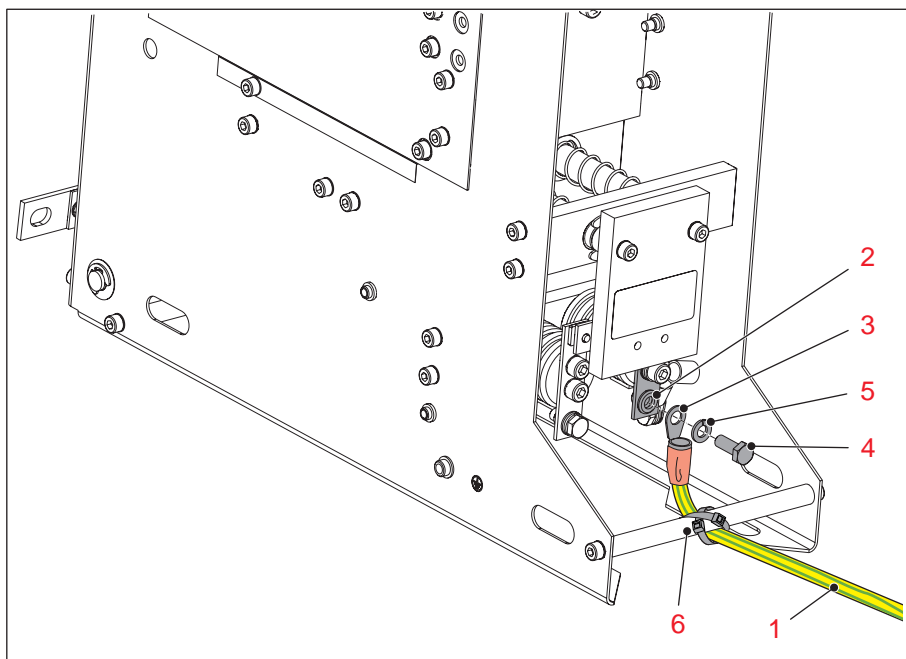

Bild 5: Verlegung und Anschluss des Erdungskabels
1. Das Erdungskabel (1) von der Rückseite unterhalb des Querbolzens (6) in das Gerät einziehen, siehe **Bild 5**.
2. Anschließend das Erdungskabel (1) zum Erdungskontakt (2) verlegen (**Bild 5**).
3. Kabelschuh (3) des Erdungskabels mit Sechskantschraube M6 (4) und Sperrkantring (5) am Erdungskontakt anschließen (**Bild 5**).
4. Das Erdungskabel am hinteren Querbolzen (6) mit Kabelbindern sichern (**Bild 5**).